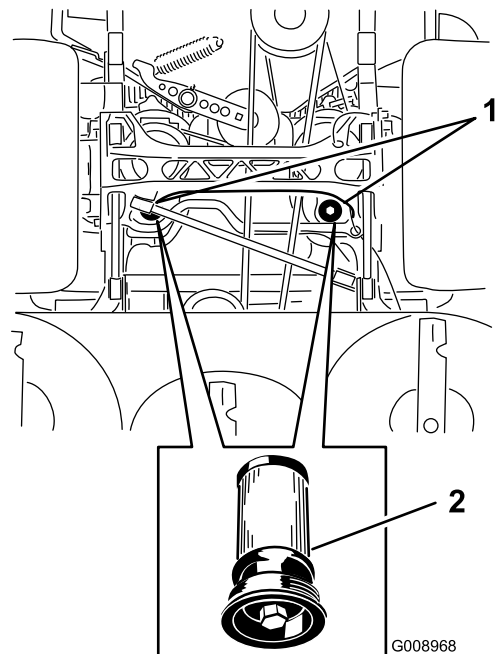

Figure 112
5. Placez un bac de vidange sous le filtre, retirez le filtre usagé et essuyez la surface (Figure 112).
6. Appliquez une fine couche de liquide hydraulique sur le joint en caoutchouc du filtre de rechange (Figure 112).